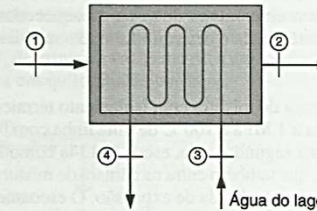

FIGURA P6.52
6.52 Um condensador (trocador de calor) leva 1 kg/s de água a 10 kPa e 300°C para o estado de líquido saturado a 10 kPa, conforme mostrado na Fig. P6.52. O resfriamento é feito pela água de um lago a 20°C que retorna ao lago a 30°C. Para um